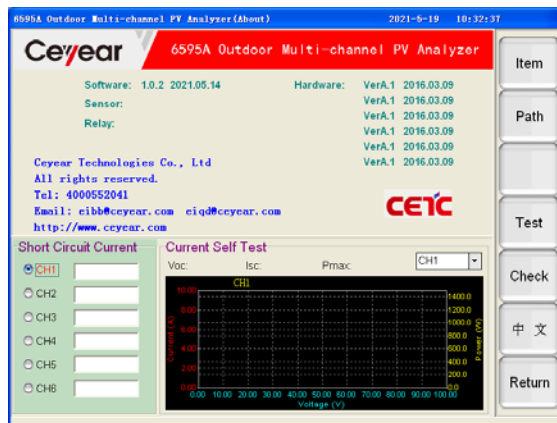

图 5-27 系统页面 (英文) 窗口示意图
- **【English】**: 此时按下此菜单项对应的按键后, 界面语言将变为英文, 如图 5-27 所示, 同时此菜单项名称变为**【中文】**。再按下此菜单项对应按键后, 界面语言变为中文, 如图 5-26 所示, 同时菜单项名称变为**【English】**。